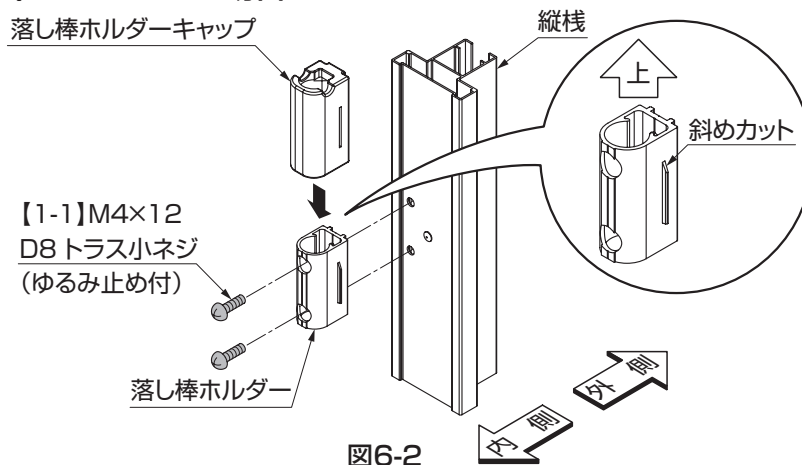

図6-2
①本体の家側の縦棧に、落とし棒ホルダーを斜めカットを上にして、【1-1】で固定してください。(図6-2参照)
②落とし棒ホルダーキャップを、上からはめ込んでください。(図6-2参照)
(3) 落とし棒の組付け